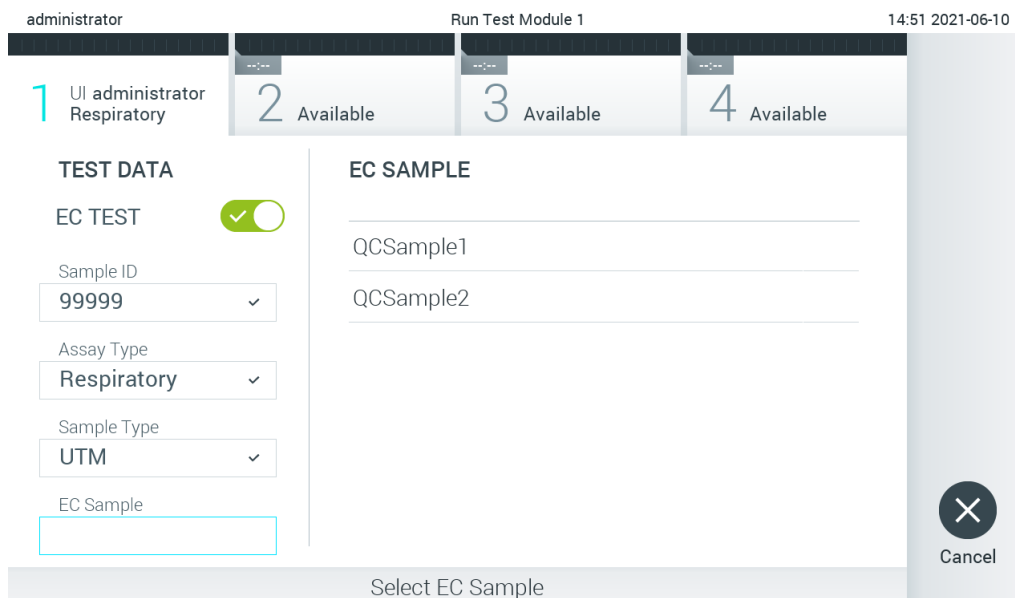

Figura 92. Selectarea probei EC.
6. Selectați proba EC corespunzătoare din listă. Sunt afișate numai probele EC pentru tipul de test selectat (Figura 92). Dacă nu sunt configurate probe EC pentru testul selectat, lista de probe EC va fi goală și pornirea unei rulări a testării EC va fi imposibilă.